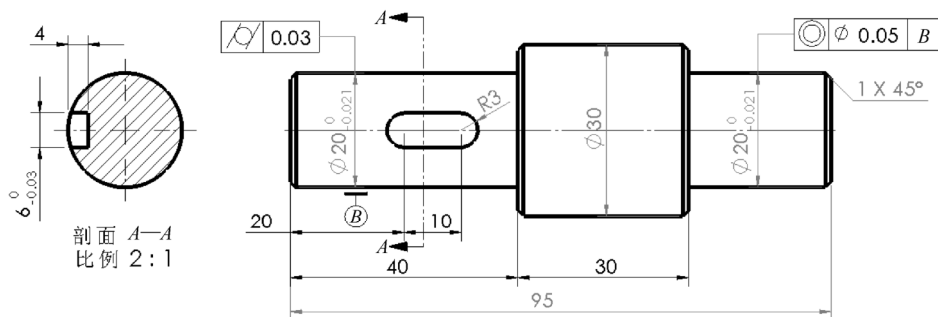

图 8-91 在工程图中标注形位公差
- [2] 单击以放置符号，在工程图中标注形位公差，如图 8-91 所示。